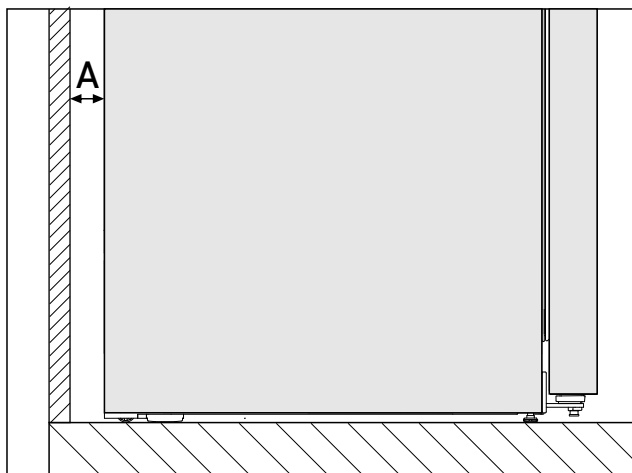

Fig. 3 *
Потребление электроэнергии определено при расстоянии Fig. 3 (A) между задней стенкой устройства и стеной помещения. Если расстояние до стены меньше Fig. 3 (A), это никак не влияет на функционирование устройства. При меньшем расстоянии до стены возможно незначительное повышение потребления электроэнергии и образование конденсата на задней стенке устройства.*